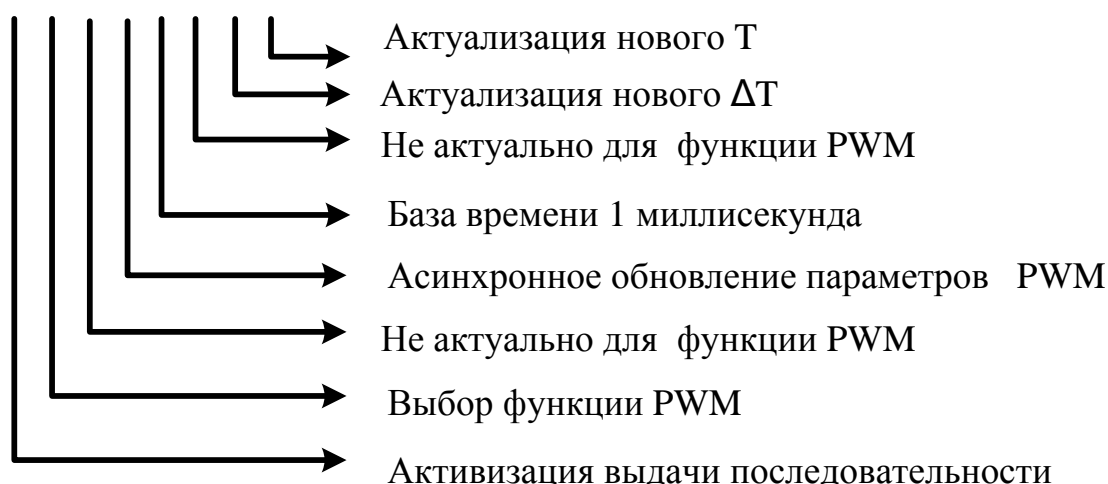

Рис. 5-4. Управляющий байт для функции PWM рассматриваемого примера.
- управляющий байт (рис. 5-4) – в SMB67;